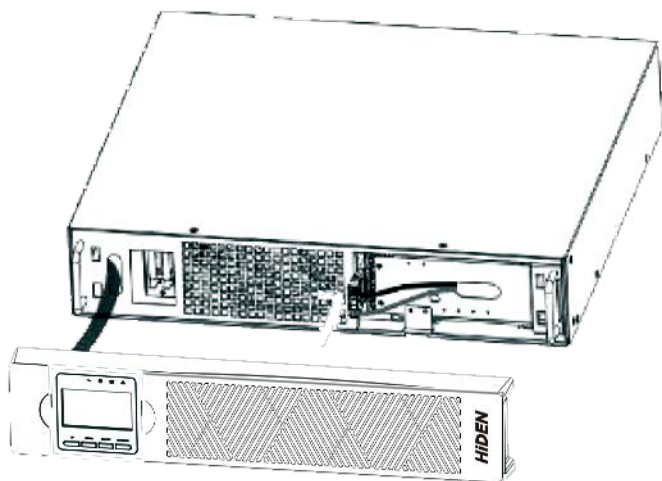

Рис. 6 Подключение внутренних батарей ИБП
- б. Подсоедините внутренний разъем аккумулятора (см. рис. 6).